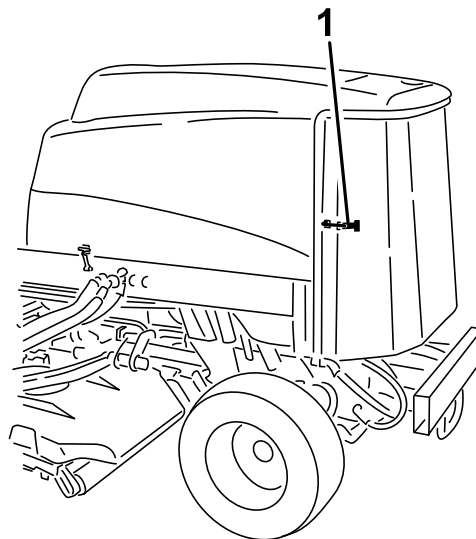

Рисунок 72
1. Откройте защелку и откиньте заднюю решетку (Рисунок 72).